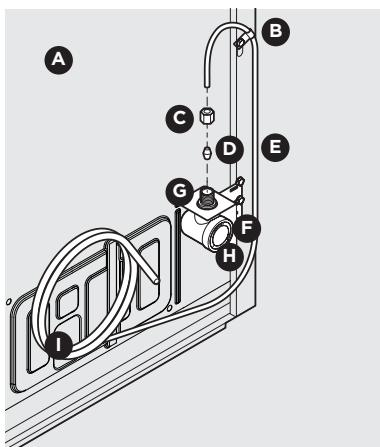
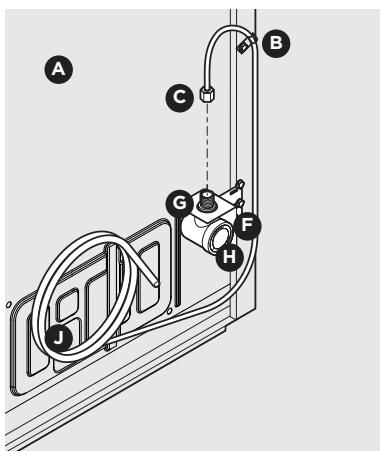

Figure 1
Figure 2
4. Si vous utilisez **des conduites en cuivre** - Faites coulisser l'écrou de compression en laiton puis la bague (manchon) sur la conduite d'alimentation en eau. Poussez la conduite d'alimentation en eau aussi loin que possible dans l'entrée du robinet d'arrivée d'eau (1/4" / 6,4 mm). Faites coulisser la bague (manchon) dans l'entrée du robinet et serrez l'écrou de compression à la main sur le robinet. Serrez d'un autre demi-tour avec une clé. NE serrez PAS trop fort. Voir la Figure 1.
Si vous utilisez **des conduites en acier inoxydable tressé** - L'écrou et la bague d'extrémité sont déjà assemblés sur les conduites. Glissez l'écrou sur le robinet d'entrée et serrez l'écrou à la main sur le robinet. Serrez d'un autre demi-tour avec une clé. NE serrez PAS trop fort. Voir la Figure 2.
B	Collier en acier (Fig. 1 : 1/4"; Fig. 2 : 1/2")